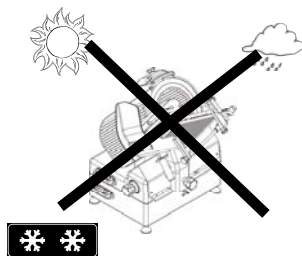

Abb.31
- Die Aufschnittmaschine darf nicht schädlichen Umwelteinflüssen (Sonne, Regen, Bespritzungen, Feuchtigkeit, Eis (Abb. 31) ausgesetzt werden.